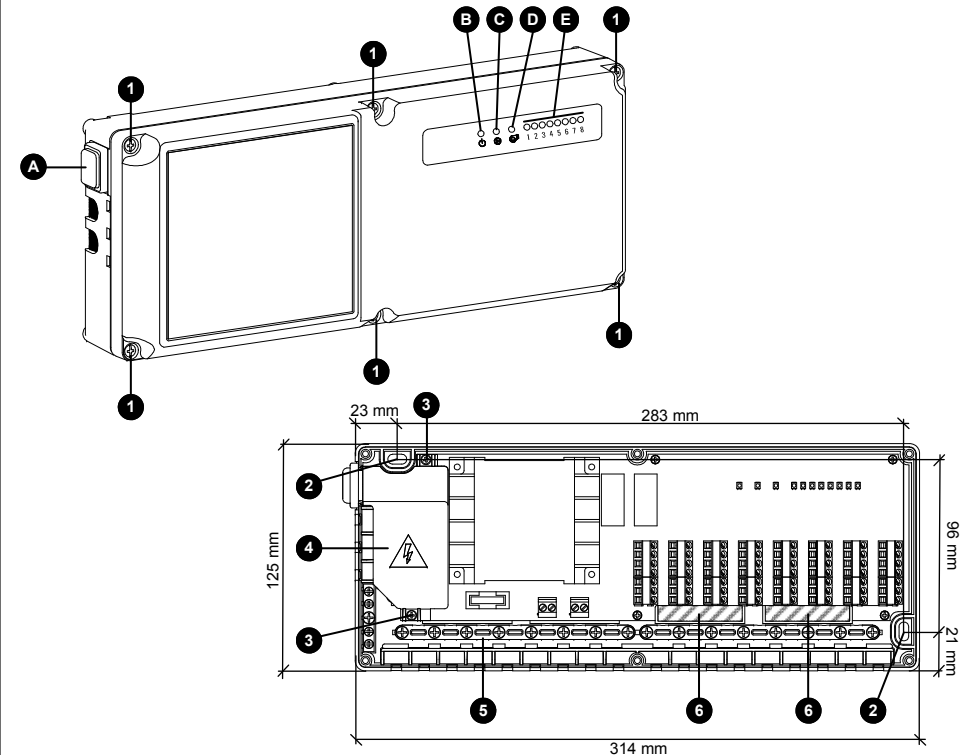

Fig. 1: Vista interna e parti meccaniche.
- Fissare la base del dispositivo alla parete utilizzando i due fori per viti indicati con ② in Fig. 1.
- Togliere le 2 viti indicate con ④ in Fig. 1 e rimuovere il coperchio copri morsettiere indicato con ⑤ in Fig. 1.
Rimuovere, con l'aiuto di un cacciavite, i tasselli della base, indicati in ⑥ di Fig. 1. A questo punto si possono far passare i cavi attraverso le aperture prodotte nella base fino a raggiungere i morsetti.
Led verde di alimentazione 'ϕ' (Ⓢ Fig. 1)
Led rosso attivazione uscita pompa 'Ⓢ' (Ⓢ Fig. 1)
Led rosso attivazione uscita caldaia 'Ⓢ' (Ⓢ Fig. 1)
Led di stato uscite attuatori '1..8' (Ⓢ Fig. 1)
Interruttore luminoso ON / OFF (Ⓢ Fig. 1)
L'interruttore luminoso posizionato sul fianco sinistro della centralina toglie tensione dalle uscite ma non isola le parti posizionate sotto il coperchio plastico Ⓢ di Fig. 1; in questo modo e' possibile accedere ai termostati ed agli attuatori durante l'installazione per la verifica e la eventuale ricerca di guasti.
- Togliere le 6 viti indicate con Ⓢ in Fig. 1 e rimuovere il